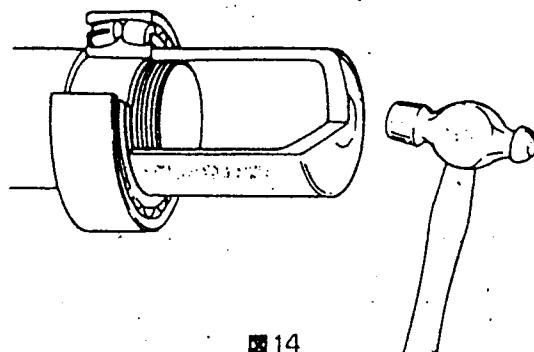

図14
(1) 圧入の場合
- しめしろの小さい小形軸受の場合は治具を内輪の端面に当てて圧入するとよい(図14参照)。